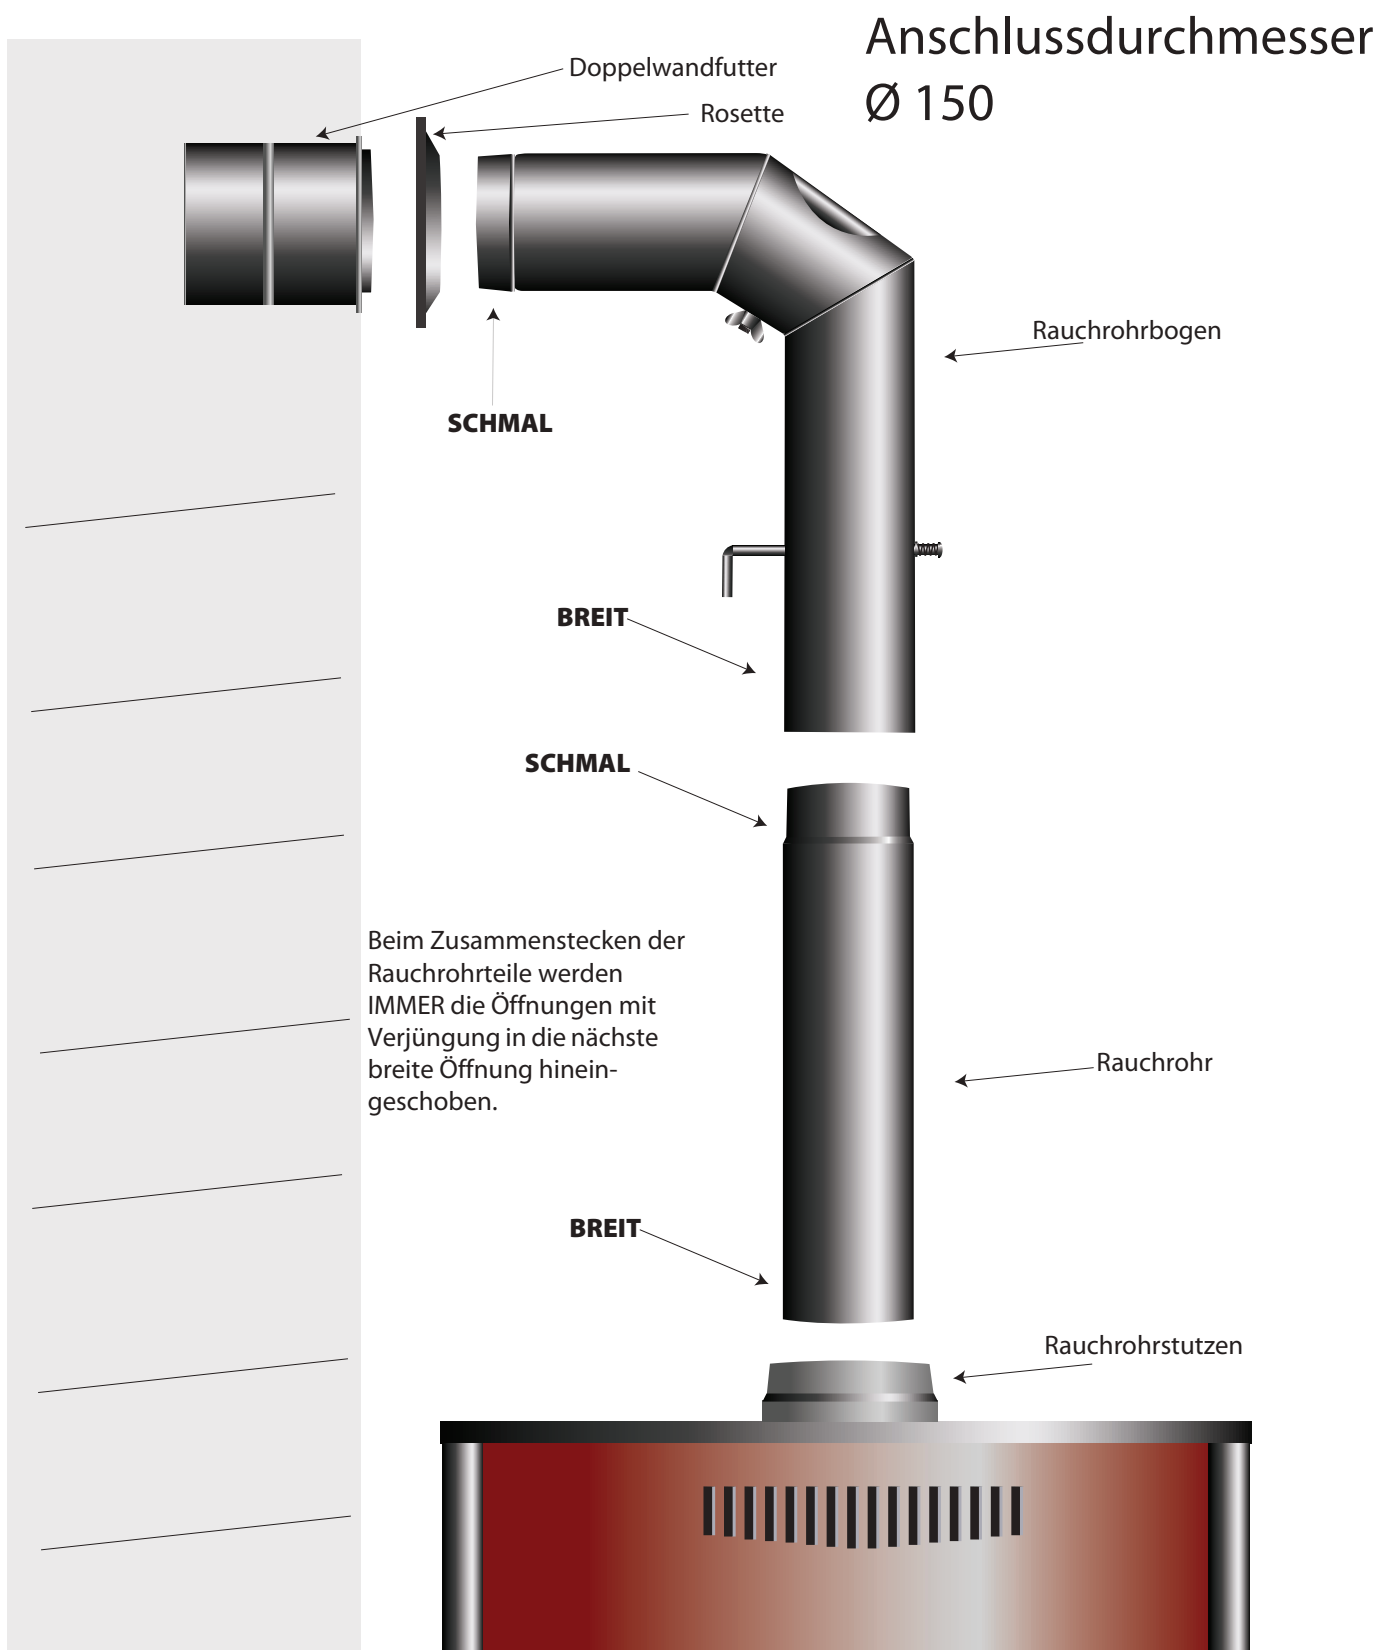

Abbildung 5 Anschluss des Rauchrohrs
6. Abbildung 5 Anschluss des Kaminofens an den Schornstein	Seite 6